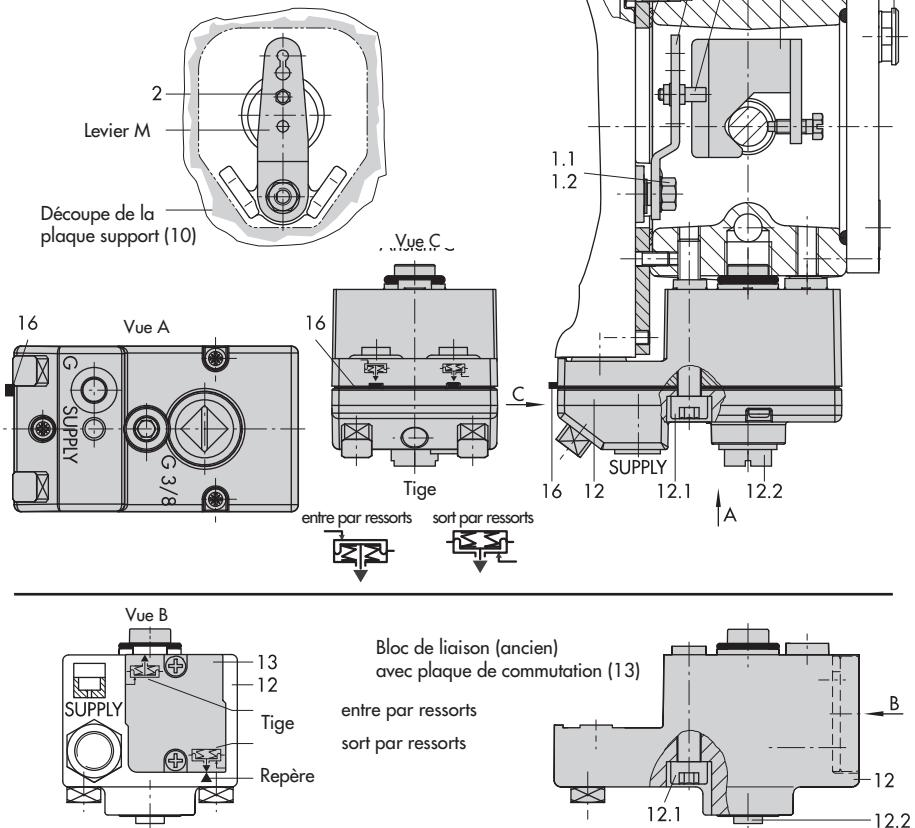

Fig. 5 · Montage direct – Raccord de pression de commande pour servomoteur type 3277 avec 240, 350 et 700 cm2
Monter le positionneur sur l'arcade comme illustré sur la Fig. 5. Pour les exécutions "Tige sort par ressorts", la pression de sortie est transmise par le bloc de liaison (12) sur la membrane et par un orifice dans l'arcade. Dans le cas des exécutions "Tige entre par ressorts", la liaison est externe.
1. Placer la plaque de transmission (3) sur la tige de servomoteur en vérifiant que la vis de fixation est bien placée dans la rainure circulaire de la tige de servomoteur.
7. Pour le nouveau bloc de liaison, la languette du joint (16) du bloc de liaison doit être positionnée selon l'exécution du servomoteur "Tige sort par ressorts" ou "Tige entre par ressorts". Si nécessaire, enlever la plaque de commutation en défaissant ses trois vis de fixation et retourner le joint (16) de 180°. Pour l'ancien bloc de liaison (Fig. 5 en bas), la plaque de commutation (13) doit être positionnée en face du repère correspondant à l'exécution du servomoteur.